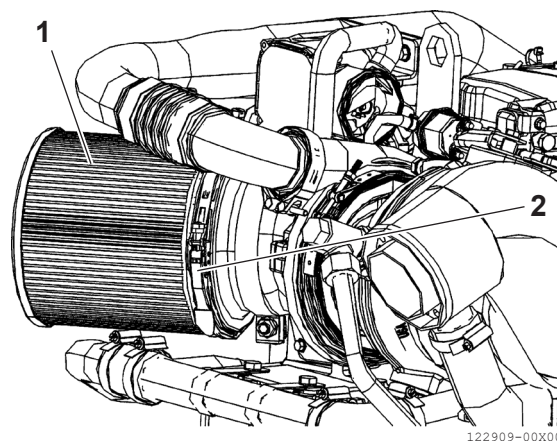

Figura 3
Aprire il collare (**Figura 3, (2)**) come indicato nella figura. Rimuovere il corpo del filtro dell'aria (**Figura 3, (1)**).
Posizionare correttamente il filtro (**Figura 3, (1)**) nella sua sede e fissarlo con il collare (**Figura 3, (2)**).